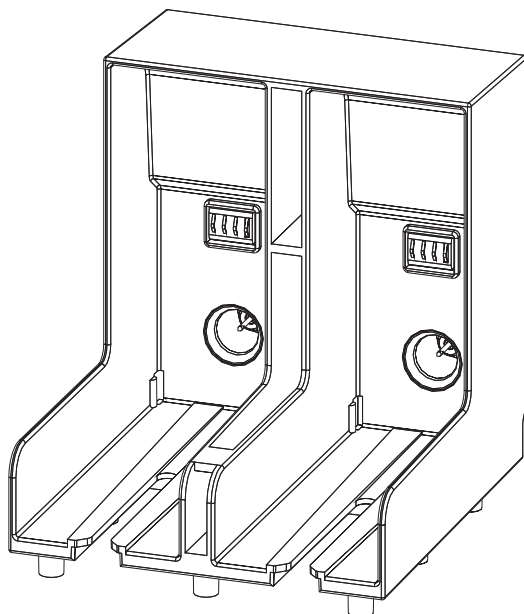

Figura 6-3. Ranura del compartimiento del cartucho
- 5 Inserte el cartucho de tinta en el compartimiento del cartucho de tinta alineando la clave del cartucho con la ranura de compartimiento correcta (Figura 6-3 en la página 6-6).